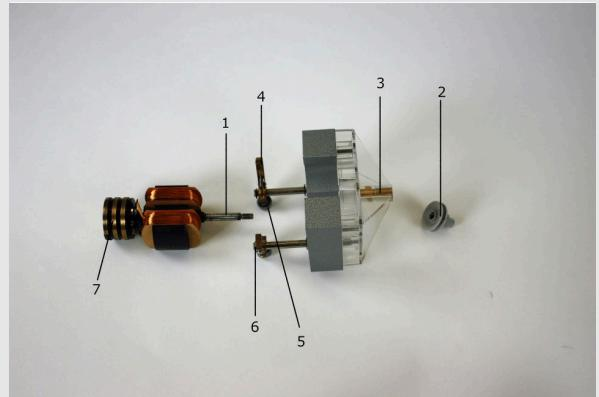

Fig. 1
- Assembler la fixation du moteur comme indiqué à la Fig. 1.